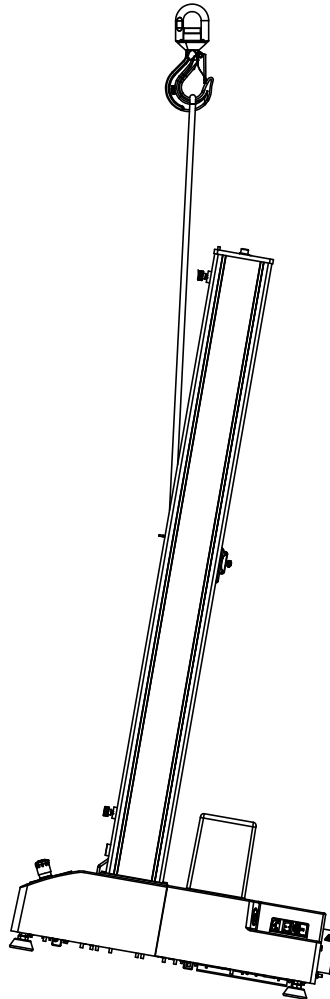

Abbildung 12. Anheben des Prüfrahmens mit einem Kran
1. Befestigen Sie den Hebegurt an der Traverse und sichern Sie ihn am Kranhaken, sodass der Gurt sich vertikal von der VORDERSEITE der Traverse wie in Abbildung 12 auf Seite 65 gezeigt ausweitet. Wenn Sie anstelle eines Hebegurts